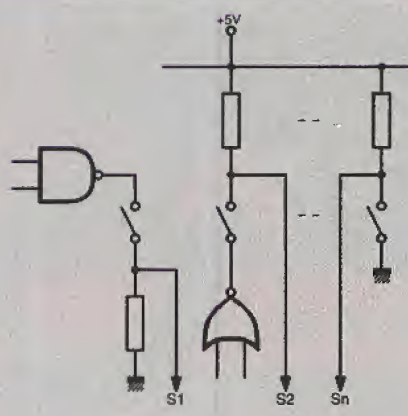

Figure 2
Quand on dispose des deux films, il ne reste plus qu'à les plaquer correctement sur chaque face d'une plaque d'époxy présensibilisée. Mais comment positionner les films en aveugle ? C'est très simple (voir figure 2) : avec des chutes d'époxy (ou toute autre matière d'épaisseur 16/10) on se fabrique une équerre en mesure d'englober largement la surface désirée. On y colle alors au moyen de bande adhésive un des films (attention au sens !) en veillant à laisser 5 mm de réserve sur les deux côtés. On retourne l'ensemble et on fixe le second film de la même manière quand il est en parfaite coïncidence avec le précédent. Le sandwich est alors prêt à recevoir la plaque de CI. Il suffit de la glisser entre les deux films, de la plaquer contre
Mais on peut aussi monter certains «dipswitches» comme le montre la **figure 2**, pour aiguiller des signaux de façon rudimentaire.
■ Figure 2 les différents modes d'attaque de l'AD7579.